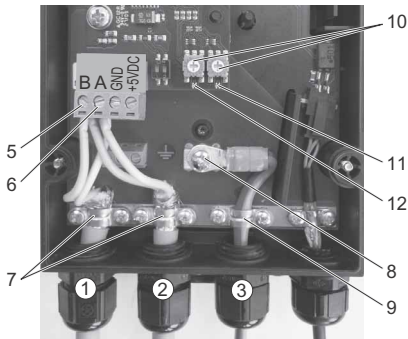

Abb. 4 Kabelanschlüsse
*Abhängig von der lokalen Netzwerkeinrichtung können ein oder zwei Kabel an die Profibus-Anschlüsse angeschlossen werden (Abb. 4, Pos. 1 und 2).*
Siehe Abb. 4.
**Die Profibus-Adresse wird über das DDA-Pumpenmenü eingestellt. Deshalb wurden die Drehschalter (Abb. 4, Pos. 10) werkseitig deaktiviert.**
**Die LED (Abb. 4, Pos. 11) zeigt den Status der GENibus-Verbindung an. Die LED (Abb. 4, Pos. 12) zeigt den Status der Profibus-Verbindung an.**